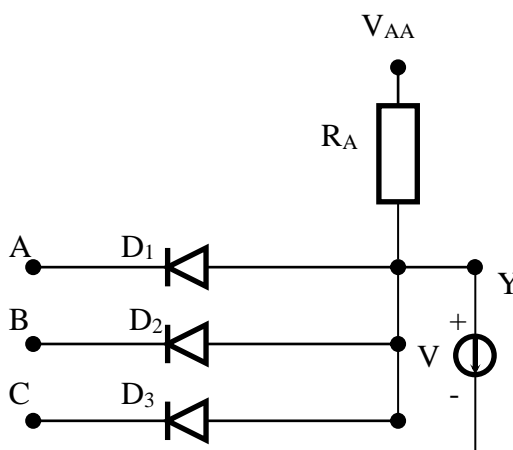

Fig. 5
3.1. Se realizează porta ȘI din fig. 5 cu $V_{AA} = 15V$, $R_A = 10\text{ k}\Omega$, $V_I = 0V$, $V_S = 5V$. Se cere să se măsoare valoarea tensiunii de la ieșire pentru următoarele cazuri:
3.2. Tot pentru cazurile prezentate la 3.1. se va măsura curentul de intrare pe intrarea A realizându-se montajul din fig.5.